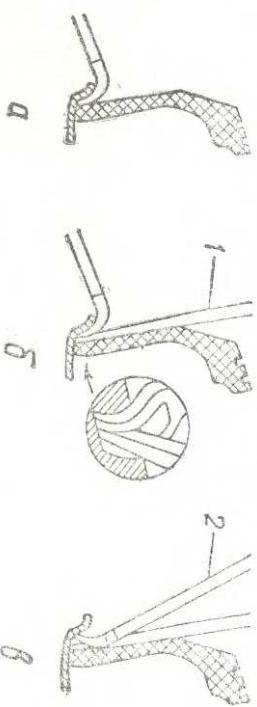

Рис. 31. Последовательность операции при демонтаже шин:
2. Вставить вилочную лопатку между шиной и бортовым кольцом и отжать борт шины последовательно по всему периметру (рис. 31а).
3. В образовавшийся зазор между бортовым кольцом и шиной разместить лопатки таким образом, чтобы прямая лопатка находилась в пазу вилочной (рис. 31б).
для в пазу вилочной (рис. 31б).
Вилочной лопаткой продолжать отжатие борта шины (рис. 31 в) до тех пор, пока не будет снят борт шины с конической полки бортового кольца.